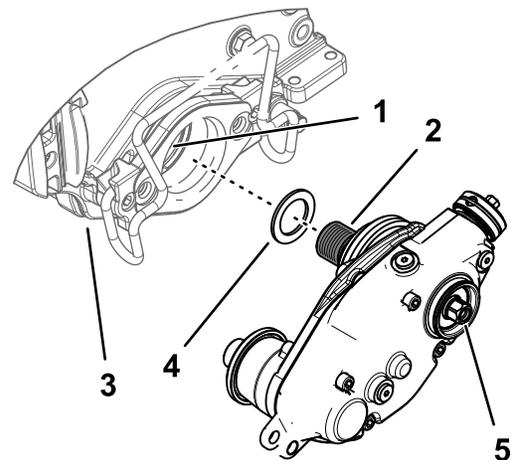

Figure 13
2. Si le boîtier d'entraînement du groomer est monté sur le côté gauche de l'unité de coupe, vissez la rondelle de calage sur le filetage de l'adaptateur de cylindre noir (Figure 13).
4. Fixez le boîtier d'entraînement du groomer à l'arbre du cylindre (Figure 13).
6. Le cylindre étant bloqué, serrez la tête hexagonale de l'arbre du boîtier d'entraînement à un couple de 135 à 150 N·m ; voir Figure 13.